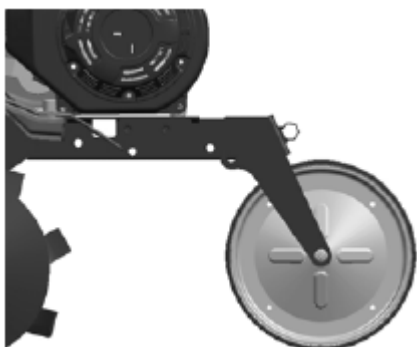

Figura 15
1) Reglați roata anterioară în poziția indicată în Figura 15 atunci când mașina va fi folosită pentru traversarea unui drum.